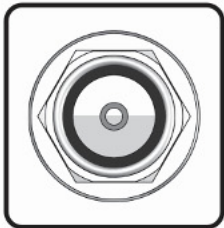

FIGURA 9
7.1 – Verifique se o nível de óleo está centralizado no visor de óleo. Figura 9